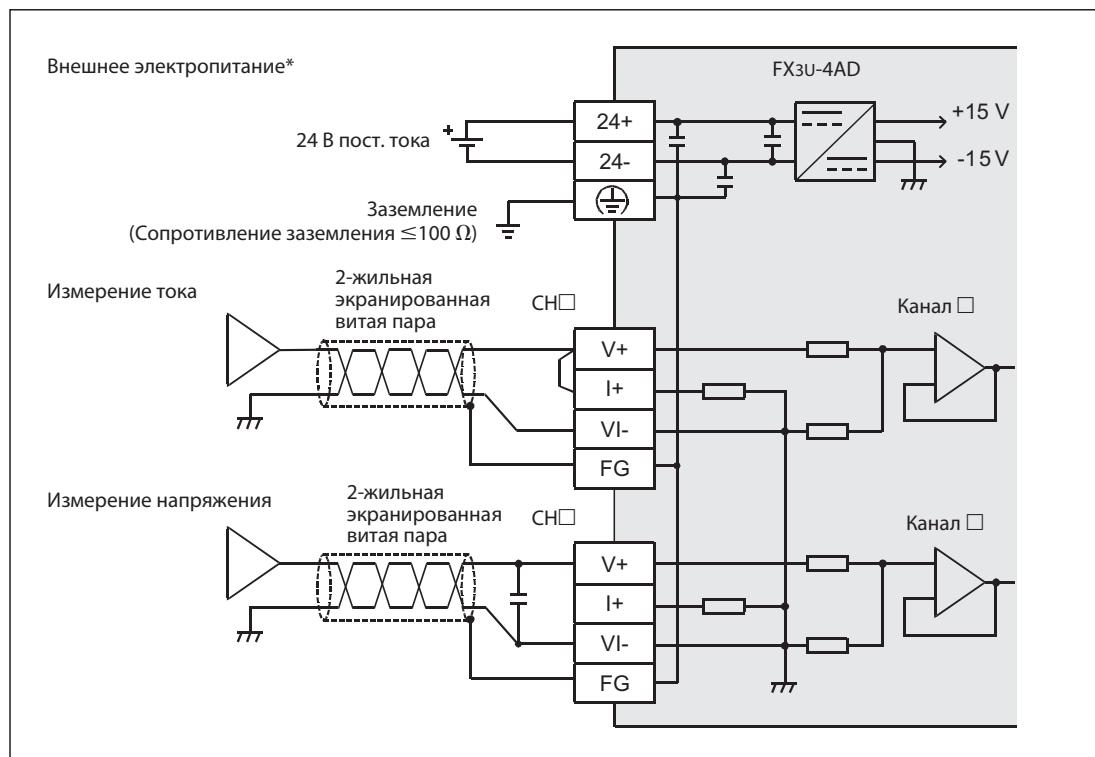

Рис. 4-15: Подключение аналоговых сигналов к аналоговому адаптерному модулю ввода FX3U-4AD
- | Если через внешнюю разводку поступает шумовое или пульсирующее напряжение, то в качестве контрмеры можно параллельно входным клеммам подключить конденсатор (0,1 μ F/25 В ... 0,47 μ F/25 В) (см рис. 4-15)